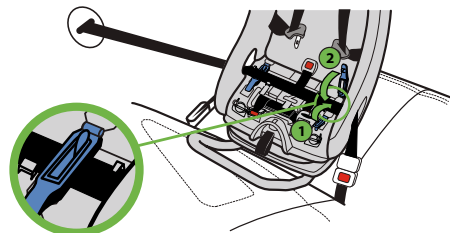

Figure 59
- En tenant fermement la ceinture du véhicule, verrouillez les deux dispositifs de blocage, tel qu'illustré dans la **Figure 59**.